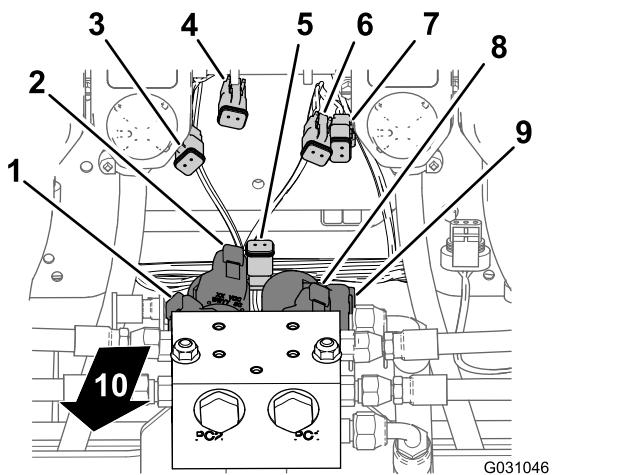
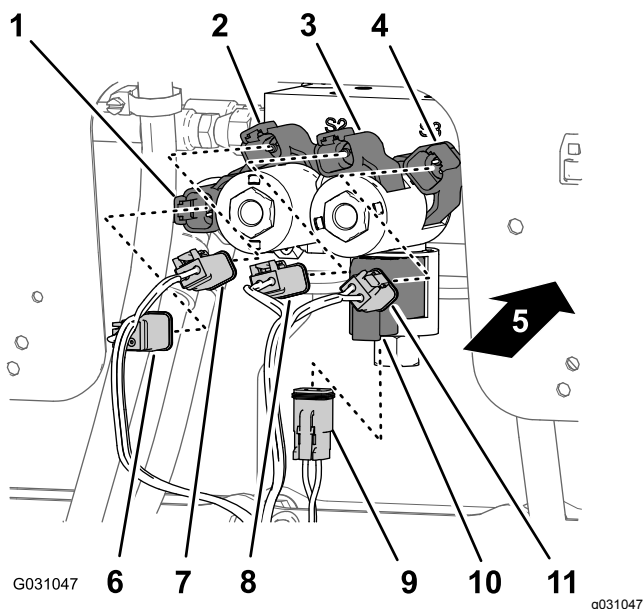

Figura 111
Figura 112
1. Nella parte inferiore del collettore del cilindro di sollevamento, collegate il connettore a 2 prese del cablaggio preassemblato posteriore indicato come **Enable Solenoid** (attivazione solenoide) al connettore a 2 pin per l'attivazione del solenoide (Figura 111 e Figura 112).
- Nel solenoide inferiore destro, collegate il connettore a 2 prese del cablaggio preassemblato posteriore indicato come **Right Down** (in basso a destra) al connettore a 2 pin per il solenoide in basso a destra (Figura 111 e Figura 112).
- Nel solenoide superiore destro, collegate il connettore a 2 prese del cablaggio preassemblato posteriore indicato come **Right Up** (in alto a destra) al connettore a 2 pin per il solenoide in alto a destra (Figura 111 e Figura 112).
Down (In basso a sinistra) al connettore a 2 pin per il solenoide in basso a sinistra (Figura 111 e Figura 112).